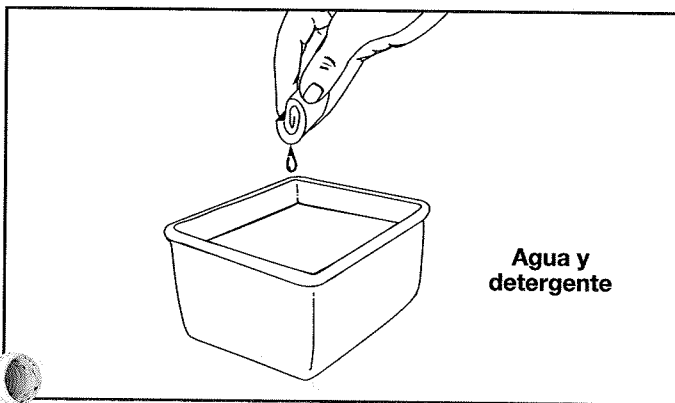

Fig. 25
3. Lave el filtro con agua y detergente (Fig. 25). Enjuáguelo cuidadosamente y escurra el agua. Déjelo secar por completo.